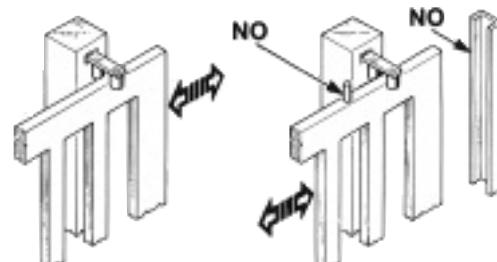

Fig. 3
Die Torsäulen müssen oben Vorrichtungen gegen Entgleisen besitzen (Abb. 3), um unfreiwilliges Aushakken zu vermeiden.
**ANMERKUNG:** Die in Abb. 3 beschriebenen mechanischen Anschläge entfernen.